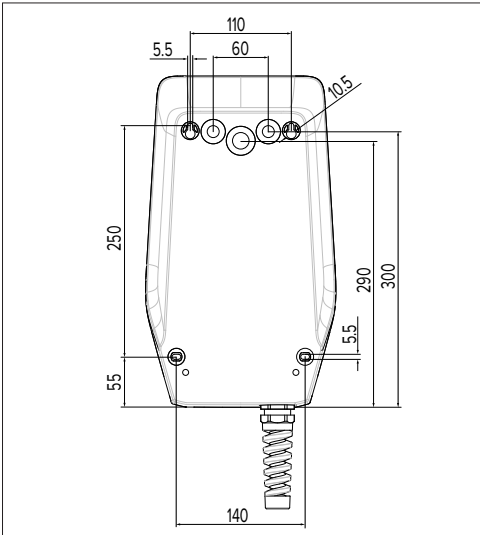

Abb.: 6. Bohrmaße [mm]
Bei einer Wandmontage muss die Position der Versorgungsleitung anhand der mitgelieferten Bohrschablone oder der Abbildung "Abb.: 6. Bohrmaße [mm]" vorgesehen werden. Kabeleinführungen sind an der Rückseite, Unterseite und Oberseite angebracht.
- ▶ Bohrlöcher anhand der mitgelieferten Bohrschablone oder der Abbildung "Abb.: 6. Bohrmaße [mm]" anzeichnen. Dabei auf eine waagerechte Ausrichtung achten.